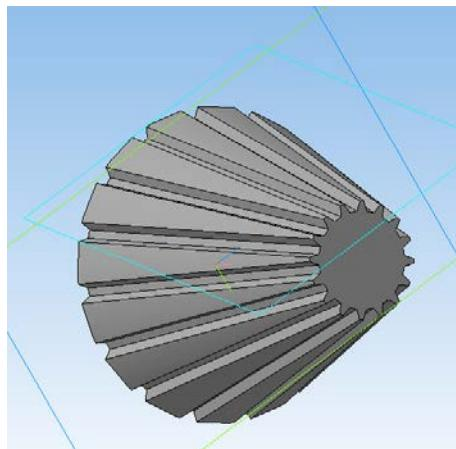

Рис. 3.12. Модель ручки
4. Применив ***Массив по концентрической сетке*** Выполнить накатку в количестве 16 экземпляров (рис. 3.12). В качестве оси выбрать ось ручки (кликнуть на окружность ручки).